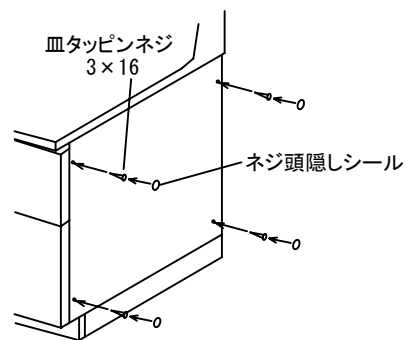

図11-3
- ①貼付面(エンドカバー裏側)のほこりなどをふき取ってください。
- ②側板に貼付けた両面テープの離型紙をはがしてください。
- ③キャビネット側板の上部および後方部に合わせてエンドカバーを貼付けてください。
- ④両面テープ位置をエンドカバーの上からよく押さえつけて確実に貼付けてください。
- ⑤所定のネジで樹脂ナットにネジ打ちし、ネジ頭隠しシールを貼付けてください。(図11-3)